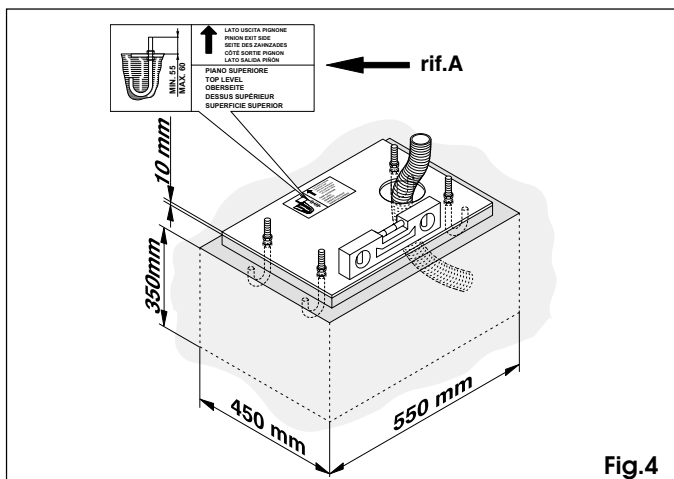

Fig.4
- 1) La piastra di fondazione deve essere posizionata come da fig.4.
- 2) Assemblare la piastra di fondazione come da fig.4 rif.A.
- 3) Eseguire un plinto di fondazione delle dimensioni indicate in fig.4 e murare la piastra di fondazione prevedendo una o più guaine per il passaggio dei cavi elettrici. Verificare la perfetta orizzontalità della piastra con una livella. Attendere che il cemento faccia presa.